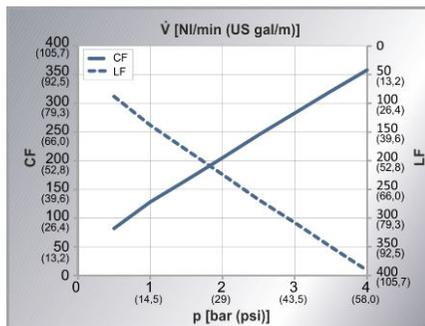

Fig. 5: Curva característica
- Consumo de ar: ver a curva característica Fig. 5